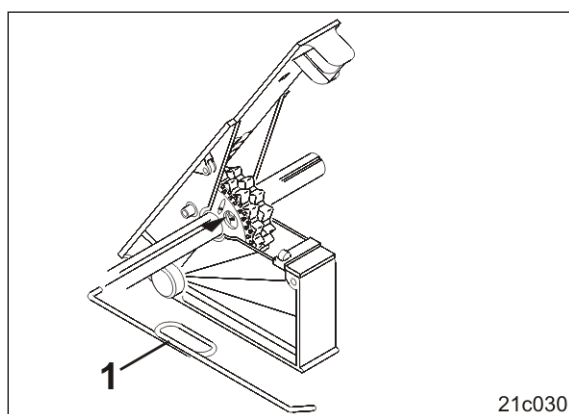

Fig. 67
1. Con la llave suministrada (Fig. 67/1), presione el pasador detrás del taladro hasta el tope hasta la rueda de sembrado normal.